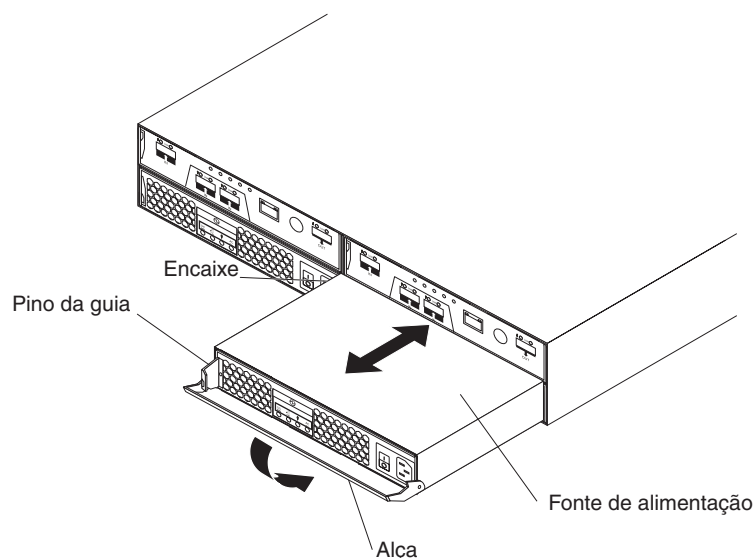

Figura 66. Substituindo uma unidade de energia
Para substituir uma unidade de energia, conclua as seguintes etapas. A Figura 66 na página 105 ilustra a remoção e inserção de uma unidade.
11. Puxe lentamente a alça para fora do chassi para remover a unidade de energia, conforme mostrado na Figura 66.